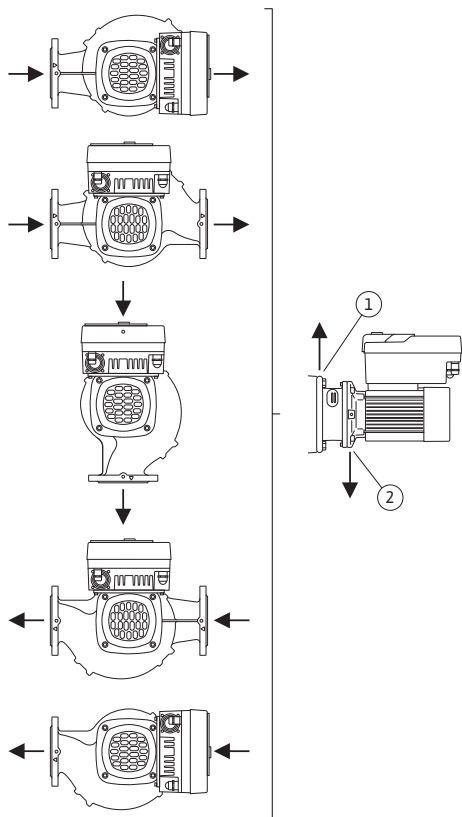

Fig. 8: Godkjente monteringsstillinger med horisontal motoraksel
De godkjente monteringsstillingene med horisontal motoraksel og elektronikkmodulen oppover (0°) er fremstilt i Fig. 8.
Lufting av pumpen fungerer optimalt når lufteventilen vender opp (Fig. 8, pos. 1).
I denne posisjonen (0°) ledes kondensat ut som det skal gjennom eksisterende borer, pumpelanteren og motoren (Fig. 8, pos. 2).